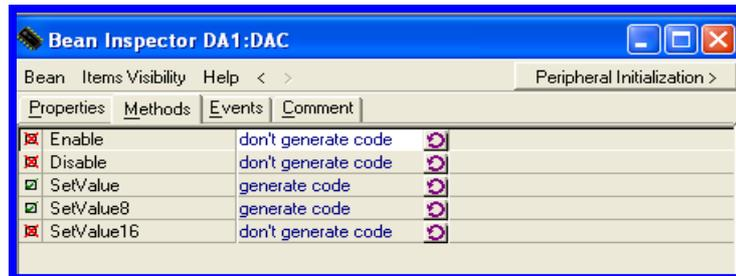

Figura 4.76 Configuración del Bean DAC (Señal triangular).
6.- La configuración del Bean se realizará como se muestra en la Figura 4.76.
En la Figura 4.76 podremos ver la configuración que debe tener el bean DAC para poder generar una función triangular.